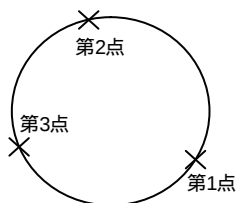

图 3-22 草绘3点圆
【例 3-7】 草绘 3 点圆，如图 3-22 所示。
- (1) 在【圆】工具箱中单击【3点】按钮，使其处于按下状态。
- (2) 在图形区中单击拾取第1点，如图3-22所示。
- (3) 在图形区中单击拾取第2点，如图3-22所示。
- (4) 在图形区中单击拾取第3点，如图3-22所示。
- (5) 若继续草绘3点圆，执行步骤(2)~步骤(4)，否则执行步骤(6)。
- (6) 单击鼠标中键，结束草绘3点圆操作，回到选择状态。此时，【草绘器工具】工具栏中的【选择】按钮应处于按下状态。